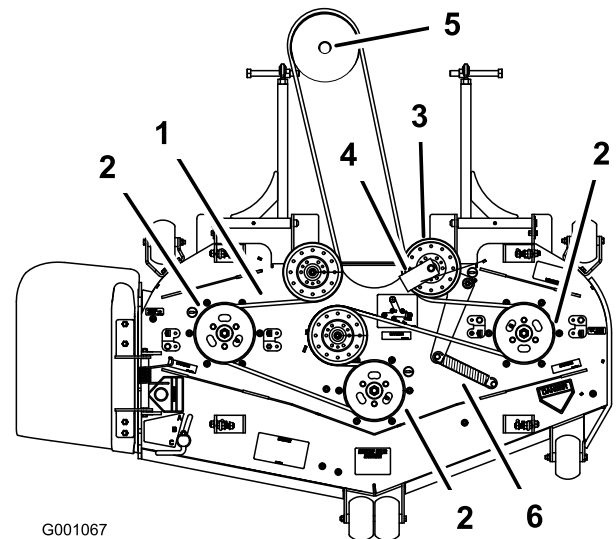

Figura 68
8. Pase la correa nueva alrededor de las poleas del cortacésped y de la polea de la caja de engranajes, debajo del motor (Figura 68).
9. Instale la guía de la correa en la polea tensora tensada con muelle con un ángulo de 45 grados, como muestra Figura 68.
11. Instale el muelle tensor en los dos postes (Figura 68).